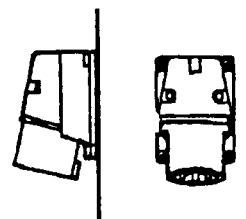

Bild 18 CEE-Stiftstecker
- 206-3** CEE17-Stiftstecker, 32 A, 380-415 V, 3p + PE (siehe Bild 18).
- 206-2** 32 A, 380-415 V, 3p + N + PE (siehe Bild 18).